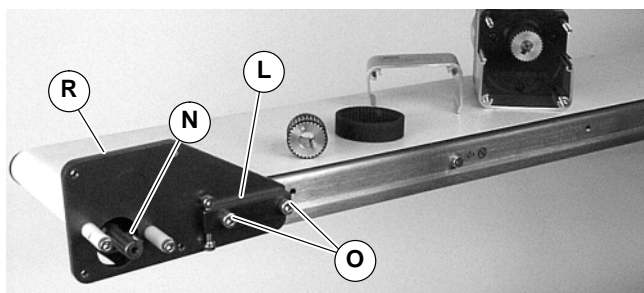

Abbildung 5
- Zwei (2) obere Schrauben (Q) entfernen, und obere Abdeckung (K) abnehmen.
- Installationsträger (R auf Abbildung 5) und Spannvorrichtungsriegel (L) mit Schrauben befestigen (O). Schrauben handfest anziehen (O).
- Paßfeder installieren (N siehe Abbildung 5).